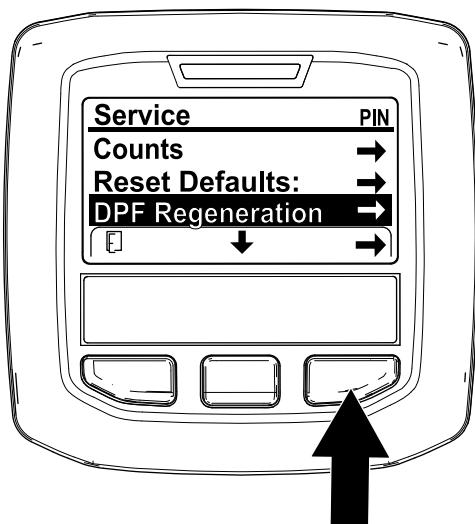

Bild 41
- Navigieren Sie auf das Menü „Service“ und drücken Sie die mittlere Taste, um auf die Option DPF REGENERATION zu navigieren (Bild 41).
- Drücken Sie die rechte Taste, um den Eintrag „DPF Regeneration“ auszuwählen (Bild 41).